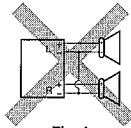
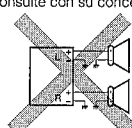

Fig. 1
Fig. 2
- If the speaker wiring in your car is as illustrated in Fig. 1 and Fig. 2 below, DO NOT connect the unit using that original speaker wiring. If you do, the unit will be seriously damaged. Redo the speaker wiring so that you can connect the unit to the speakers as illustrated in Fig. 3.
- Si el conexionado de altavoz de su automóvil es como se indica en las Figs. 1 y 2 de abajo, NO conecte la unidad utilizando ese conexionado de altavoz original. Si lo hace, se producirán daños graves en la unidad. Vuelva a efectuar el conexionado de altavoz de manera que pueda conectar la unidad a los altavoces de la manera indicada en la Fig. 3.
- Si le câblage des enceintes de votre voiture est réalisé comme montré sur la Fig. 1 ou Fig. 2 ci-dessous, NE CONNECTEZ PAS l'appareil en utilisant ce câblage original d'enceintes. Si vous le faites, l'appareil sera sérieusement endommagé. Recommencez le câblage des enceintes de façon que vous puissiez connecter l'appareil aux enceintes comme montré sur la Fig. 3.